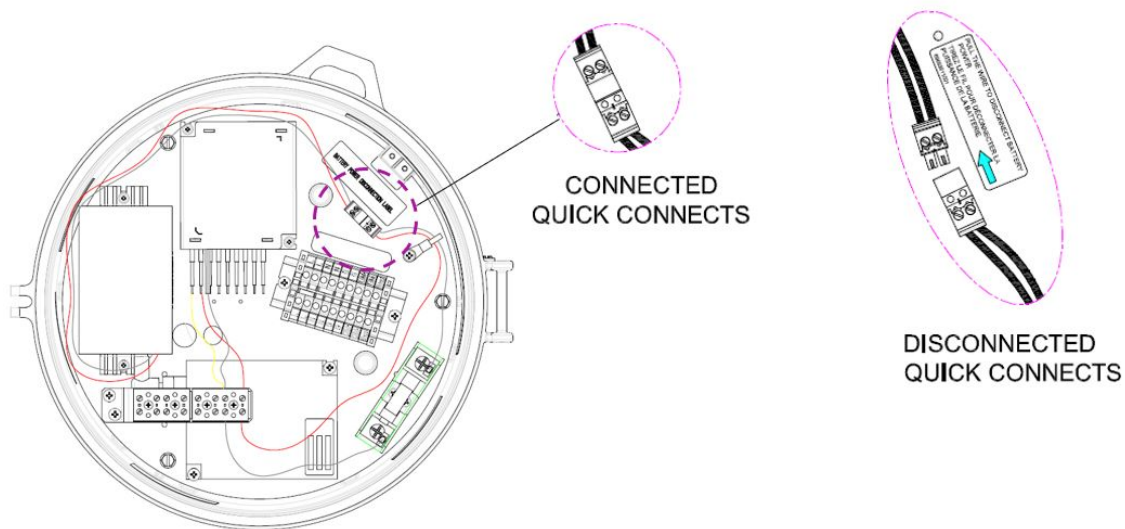

FIGURE 21 : VUES DU LUMINAIRE (MÉTHODE DE DÉCONNEXION)
- a. Débranchez la « connexion rapide du bloc-batterie ». Reportez-vous à l'image ci-dessous (Figure 21) à des fins de référence.
- b. Attendez cinq (5) secondes.